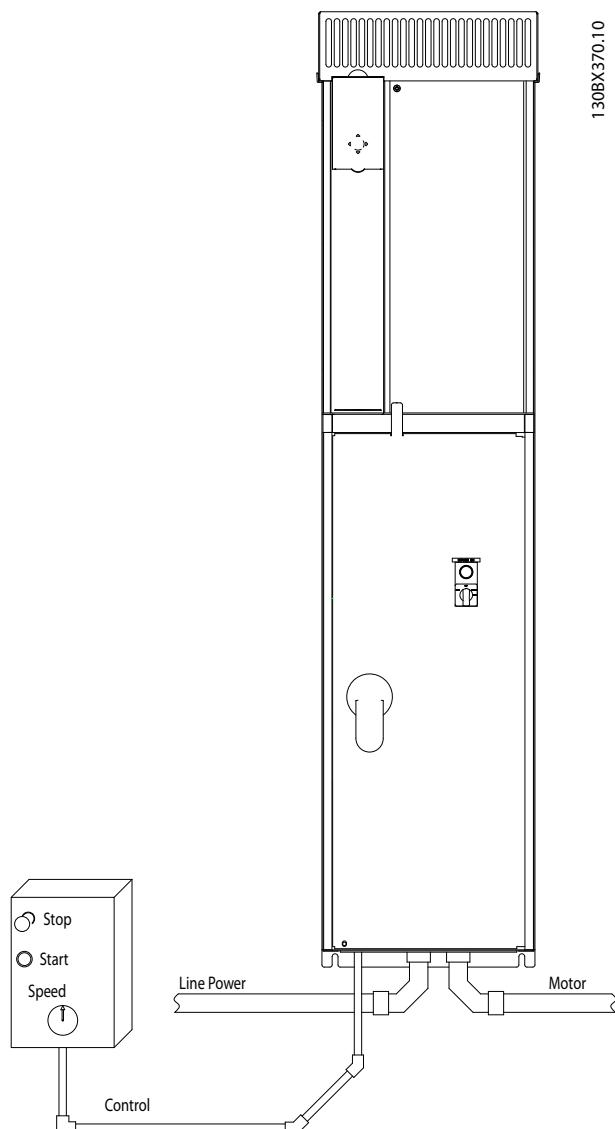

Рисунок 2.3 Правильный электромонтаж с использованием кабелепроводов
- Поскольку проводка двигателя является источником тока высоких частот, важно прокладывать проводку силовых сетей, проводку двигателя и проводку подключения элементов управления отдельно. Используйте металлические кабелепроводы или изолированный экранированный кабель. См. Рисунок 2.3. Несоблюдение требований к изоляции силовых кабелей, проводке двигателя и проводке подключения элементов управления может привести к снижению эффективности работы оборудования.